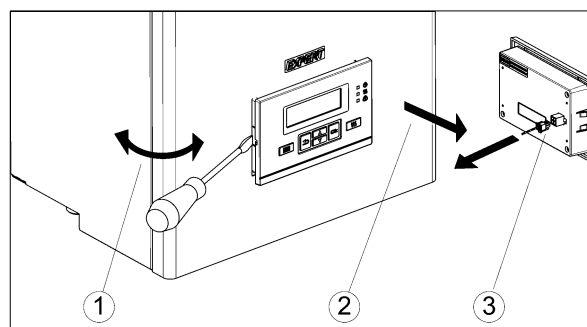
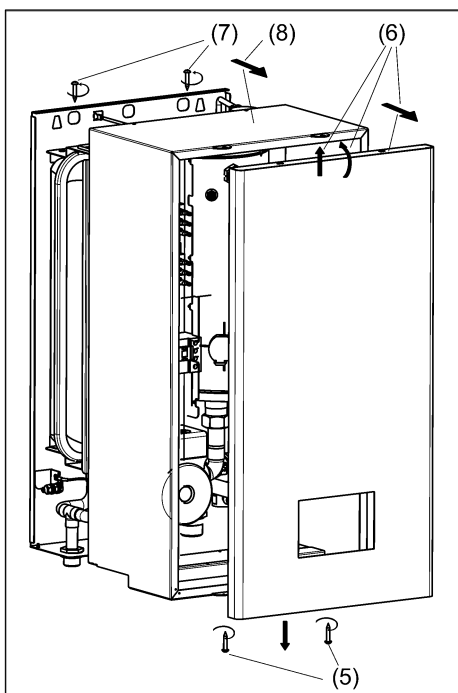

Рисунок 5. Снятие блока управления
Рисунок 6. Снятие лицевой панели и кожуха
(1) Аккуратно подденьте плоской отвёрткой место примыкания блока управления и лицевой панели (см. рис. 5).
(2) Выдвиньте блок управления на себя.
(3) Отсоедините кабель с разъёмом от блока управления, подсоединённый с тыльной стороны блока управления.
(4) Уберите блок управления в сторону в безопасное место.
(5) Открутите отвёрткой два самореза с нижнего торца лицевой панели (см. рис. 6).
(6) Снимите лицевую панель и уберите её в сторону, при этом исключите возможность её повреждения (деформирования).
6) Аккуратно снимите блок питания, лицевую панель, кожух при необходимости исключив возможность их повреждения (см. рис. 5, рис. 6).